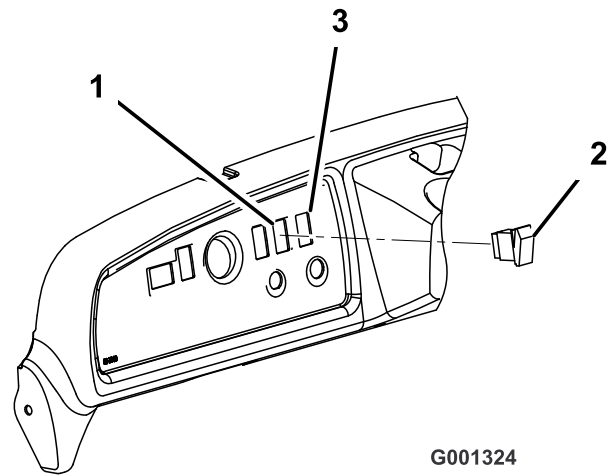

Figura 9
- Orienté el interruptor con el lado de subida en la posición de las 12, e inserte el interruptor en el hueco del salpicadero (Figura 9).